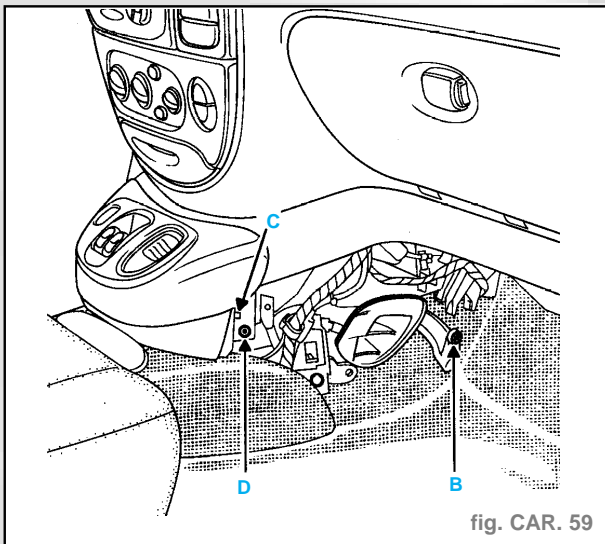

fig. CAR. 59
- Dégager le pion (B) en faisant pivoter l'avant de l'ouïe vers le bas, puis la dégager de la façade en (C) en tirant vers l'avant (fig. CAR. 59).
- Dégager le pion (B) en faisant pivoter l'avant de l'ouïe vers le bas, puis la dégager de la façade en tirant vers l'avant (fig. CAR. 59).
- Déposer les deux vis de fixation (fig. CAR. 59).